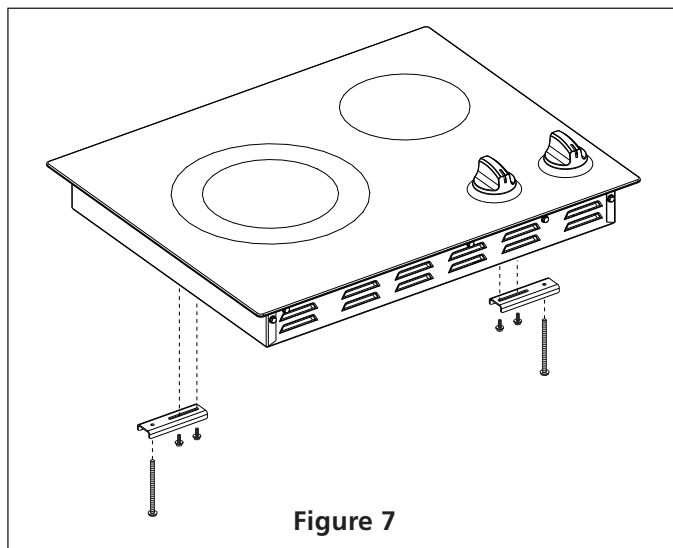

Figure 7
3. Installer les supports de fixation (voir figure 7 & 8).
Les supports de fixation **DOIVENT** être installés conformément aux codes locaux ou, en leurs absences, en conformité avec le National Electrical Code ANSI/NFPA No. 70-Dernière édition (Figure 7 & 8).